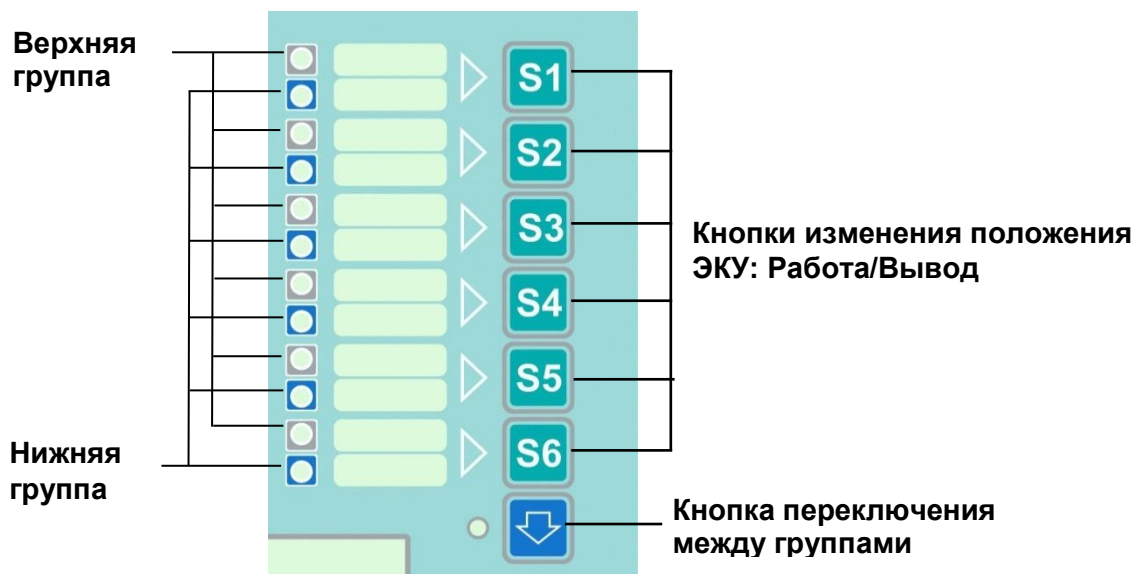

Рисунок 5 – ЭКУ
2.4.2.3.1 На лицевой панели терминала с горизонтальным расположением дисплея (см. рисунки К.2 а), К.3, приложения К) могут располагаться ЭКУ (см. рисунок 5). Наличие и количество (6 или 12 шт.) ЭКУ определяется проектом. ЭКУ является аналогом оперативного ключа управления на двери шкафа РЗА. ЭКУ предназначен для оперативного изменения режимов работы функций РЗА терминала.
2.4.2.3.3 ЭКУ состоит из двух групп: верхняя и нижняя (см. рисунок 5). ЭКУ каждой группы может находиться в двух положениях: «РАБОТА»/«ВЫВОД». Светодиоды отображают текущее положение: в положении ЭКУ «РАБОТА» светодиод горит, в положении «ВЫВОД» не горит. В случае неиспользования кнопок ЭКУ в проекте, светодиоды с ЭКУ имеют назначения, приведенные в функциональной схеме терминала.
2.4.2.3.6 Для изменения положения ЭКУ следует нажать и удерживать кнопку изменения положения ЭКУ (см. рисунок 5) в течение 3 с: если активной является верхняя группа, то изменится положение соответствующего ЭКУ из верхней группы; если активной является нижняя группа, то изменится положение соответствующего ЭКУ из нижней группы.